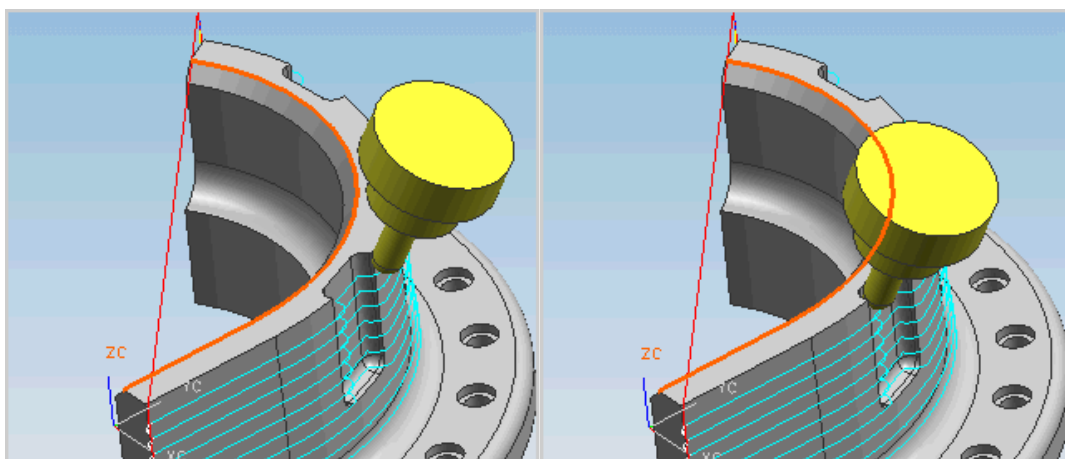

Рис. 1.13. Траектория с наклоном инструмента всегда от кривой
- **Всегда от кривой** (*Away from curve*) – наклоняет инструмент от ближайшей точки заданной кривой или кривых и сохраняет этот же угол наклона в углах (см. рис. 1.13, 1.14).